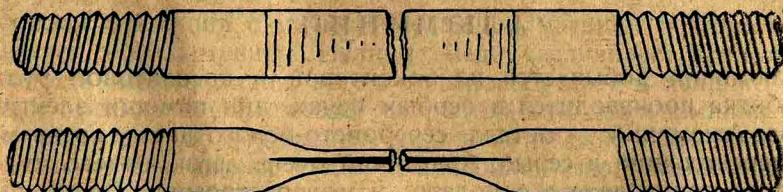

Рис. 95.
3. Ленты. Для растяжки пролетов крыльев и фюзеляжа, а также для гаштажки шасси употребляется овальная проволока или лента. Концы лент имеют круглое сечение и нарезку, один конец левую, другой правую. На рис. 95 показана такая лента.